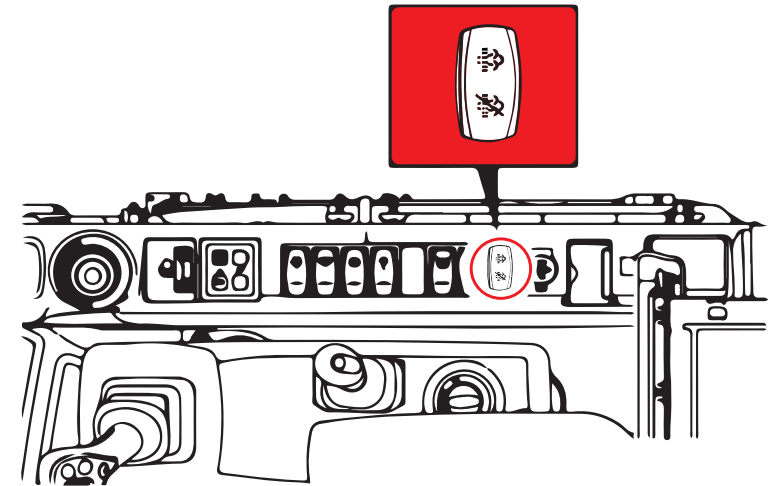

FIGURA 28
4. Active el interruptor de regeneración (Figura 28) para iniciar el proceso de regeneración.